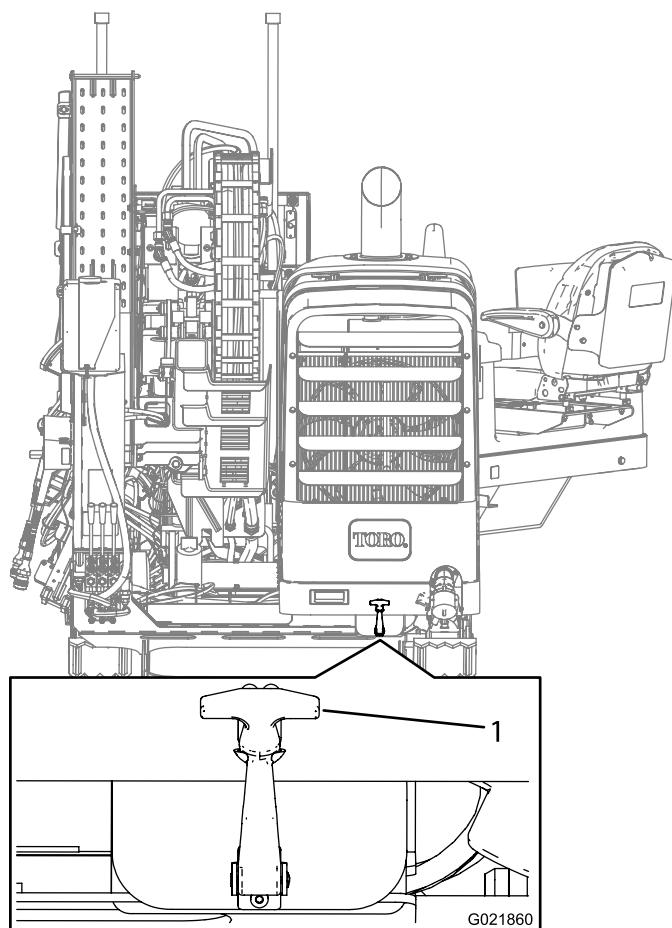

Figura 97
2. Tire hacia fuera del cierre del capó (Figura 97).